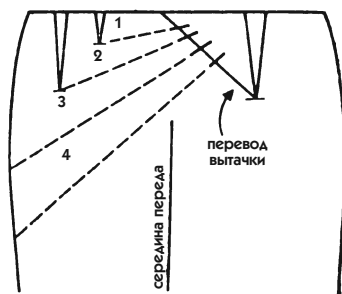

Рис. 620
- Если драпировка юбки проходит ниже линии бедер, для элегантности следует заузить юбку внизу (рис. 620). Однако если фигура не позволяет заузить юбку (очень длинные или очень широкие бедра), то от драпировки лучше отказаться.
2. Проведите наклонные линии новой вытачки, а также линии драпировки, исходящие из нее (рис. 620).
- Распределите вытачку с правой стороны юбки, как показано на рис. 620.